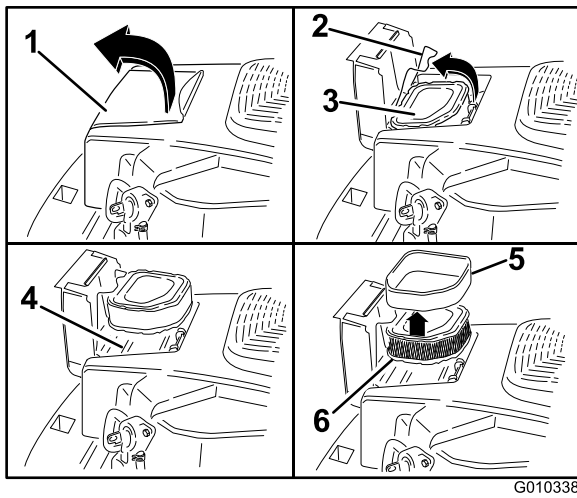

Figura 34
1. Abra la tapa del limpiador de aire en la carcasa del soplador para acceder al filtro del limpiador de aire (Figura 34).
2. Desenganche el cierre y retire el limpiador de aire (Figura 34).